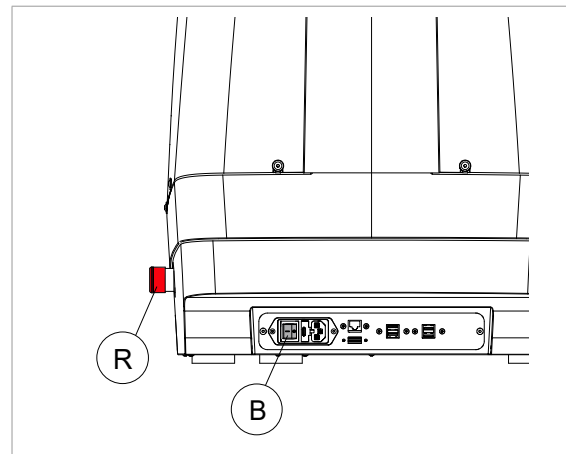

Bild 6
ACHTUNG: Für Wartungsarbeiten ist es erforderlich, den Hauptschalter (B) auf der Rückseite der Maschine (Bild 6) auszuschalten und das Netzkabel zu ziehen.